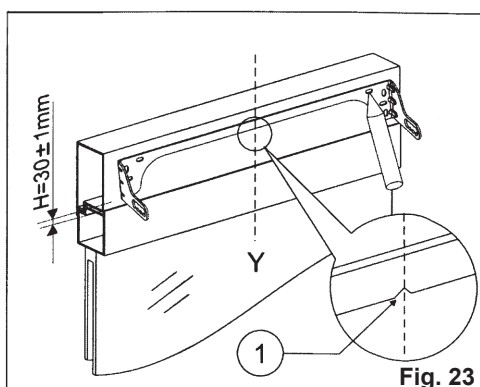

Fig. 23
- 3) **Fig. 23** - Allineare alla mezzeria la staffa di attacco al serramento usando come riferimento l'indicatore di mezzeria (**Rif. 1**) posto al centro della stessa e segnare sul telaio i punti di foratura;